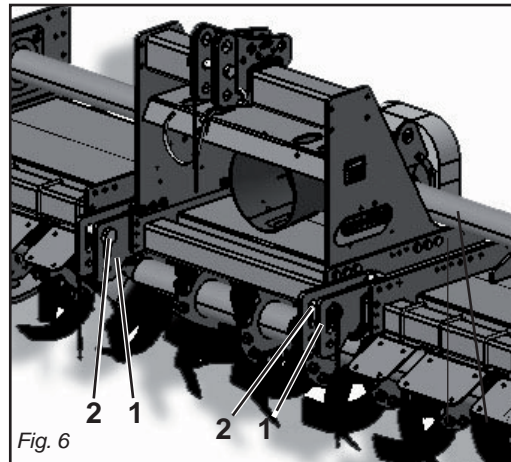

Fig. 6
In base alle dimensioni specifiche di questi 2 tipi di attacchi dei trattori è necessario determinare la posizione più favorevole della macchina spostando opportunamente sul tubo quadro le piastre (1 Fig. 6) e inserendo i perni (2 Fig. 6) nei fori corrispondenti al giusto diametro delle parallele del trattore.
Le piastre (1 Fig. 6) vanno montate sempre e solo come mostrato in Fig. 6 con i fori posizionati anteriormente al tubo quadro.
Depending on the precise dimensions of these two types of hitches, find the best position for the machine by moving the plates (1 Fig. 6) along the square tubular and inserting the pin (2 Fig. 6) in the holes corresponding to the correct diameter for the tractor's parallel arms.
The plates (1 Fig. 6) must always and only be mounted as shown in Fig. 6 with the holes towards the front of the square tubular.
En fonction des dimensions spécifiques de ces deux types d'attelages des tracteurs il faut déterminer la position la plus favorable de la machine en déplaçant, sur le tube carré, les plaques (1 Fig. 6) et introduire les axes (2 Fig. 6) dans les trous correspondant au bon diamètre des parallèles du tracteur.
Les plaques (1 Fig. 6) doivent obligatoirement être montées comme illustré dans la Fig. 6 en utilisant les trous placés à l'avant du tube carré.
Aufgrund der spezifischen Abmessungen dieser beiden Schlepperanschlüsse kann man die günstigste Position der Maschine festlegen, indem man die Platten (1 Abb. 6) auf dem Vierkantröhr verschiebt und die Bolzen (2 Abb. 6) in die entsprechenden Bohrungen mit dem richtigen Durchmesser auf dem Schlep- pergestänge einsteckt.
Die Platten (1 Abb. 6) dürfen nur und ausschließlich so montiert werden, wie es in Abb. 6 gezeigt ist, nämlich mit den Bohrungen, die vor dem Vierkantröhr angeordnet sind. Der Hersteller haftet nicht für die Beschädigung der Maschine oder des Schleppers infolge der Nichtbeachtung dieser Angabe.
En relación a las dimensiones específicas de estos dos tipos de enganche de los tractores hace falta determinar la posición más favorable de la máquina desplazando oportunamente en el tubo cuadrado las placas (1 Fig. 6) e introduciendo los pernos (2 Fig. 6) en los orificios correspondientes al correcto diámetro de las paralelas del tractor.
Las placas (1 Fig. 6) deben ser montadas siempre y solamente según lo indicado en la Fig. 6 con los orificios posicionados delante del tubo cuadrado. La firma constructora no es responsable de rupturas en la máquina o en el tractor originadas por falta de respeto de esta indicación.
- 1 - Accostare le parallele del sollevatore ponendole all'interno delle piastre (1 Fig. 6), inserire il perno (2 Fig. 6) nel foro predisposto e bloccare con le copiglie a scatto.
- 1 - *Near the lift bars, setting them in the most suitable plates (1 Fig. 6). Insert the pin (2 Fig. 6) into the relative hole and lock in place with the snap-in split pins.*
- 1 - *Approchez les barres du relevage en les plaçant à l'intérieur des plaques les plus appropriées (1 Fig. 6), introduisez l'axe (2 Fig. 6) dans le trou correspondant et bloquez par les goupilles à encastrement.*
- 1 - Acercar las barras del elevador poniéndolas dentro de las placas más indicadas (1 Fig. 6), introducir el perno (2 Fig. 6) en el orificio y bloquear con los pasadores de resorte.
- 1 - Die Lenker des Krafthebers annähern und in die am besten geeigneten Platten schieben (1 Abb. 6). Den Bolzen (2 Abb.6) in das Loch stecken und mit dem einrastenden Splint blockieren.